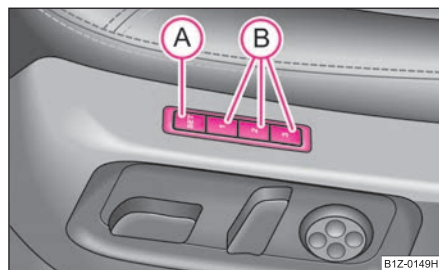

Fig. 61 Asiento del conductor: Teclas de memoria y la tecla SET
- Pulse la tecla **SET** (A) ⇒ fig. 61.
- Pulse una de las teclas de memoria (B) en el transcurso de 10 segundos después de pulsar la tecla **SET** - un sonido confirmará la memorización del ajuste del asiento.
La memoria para el asiento le ofrece la posibilidad de memorizar la posición individual de asiento del conductor y del espejo retrovisor exterior. A cada una de las tres teclas de memoria (B) ⇒ fig. 61 se puede asignar una posición individual, es decir, tres en total. Después de pulsar la correspondiente tecla de memoria (B), el asiento y los retrovisores exteriores adoptarán automáticamente las posiciones asignadas a esta tecla ⇒ página 72.
- **Dispositivo automático de pulsación breve de la memoria:** Pulse brevemente la tecla de memoria deseada **(B)** ⇒ página 71, fig. 61. El asiento y los retrovisores exteriores adoptarán automáticamente las posiciones memorizadas (esto sólo es válido si el encendido está conectado y la velocidad es inferior a 5 km/h).